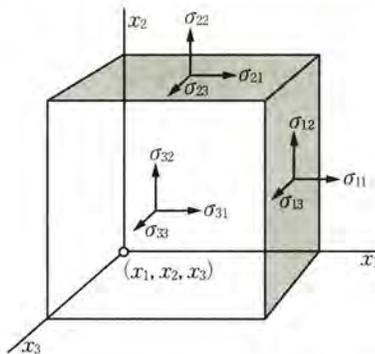

図 1.5 無限媒体中の応力テンソル
(1) 音 と は 音 (sound) とは、振動が流体を含む媒質中を伝搬していく圧力変動や粘性波のことをいう。圧力変動に対するひずみ変動や体積変動がばね定数に相当し、おもりの質量が物体の密度に相当するため、音も振動学の延長として扱うことが可能である。一方で音波特有の現象もあるため、音響学という学問分野も振動学とは別に発展してきた。ここでは音響特有の用語を簡単に説明する。
(2) 音響学で用いられる各種用語
① 周波数 (frequency) これは振動学で用いられる振動数とまったく同じで、単位は [Hz] である。音響学では振動数とは呼ばない。
② 音圧 (sound pressure) 例えば空気中を伝わる音波は、圧力変動が空間的に伝搬していく振動である。音波がない場合の空気圧と、音が通過するときの圧力の差を音圧 [Pa] と呼ぶ。
③ 粒子速度 (particle velocity) 媒質の微小部位に着目し、その部位が音圧変動に伴って振動するときの速度のことをいう。音圧は粒子速度に比例する。
④ 音速 (sound velocity) 音波が空間を進行するときの速度のことをいう。空気、水中での音速はそれぞれ、およそ 340 m/s, 1500 m/s である。
(3) 縦波と横波 空間的に無限に広がる均質弾性連続体中の平面波伝搬現象について考える。一般に連続体中の波動の記述にはスカラー (scalar) である音圧を用いるのは適当ではなく、2階のテンソル (tensor) である応力とひずみが用いられる。一般化された Hooke の法則より、応力テンソルとひずみテンソルの間の線形関係を示す4階のテンソルとして弾性率が定義される^{1), 2)†}。いま、体積要素を図 1.5 のように考える。ここで σ_{ij} は x_i 軸に垂直